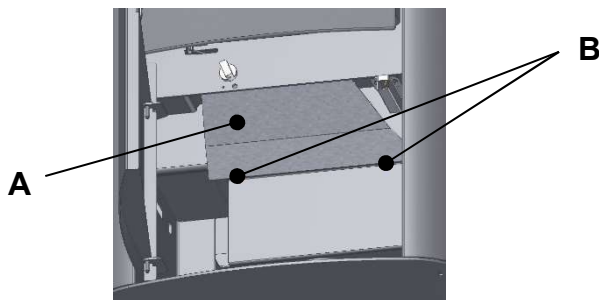
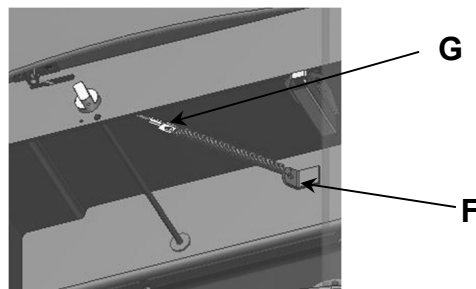

Abb.6
Abb.7
Die Türfeder ist aufgrund der auf Sie einwirkenden hohen thermischen Belastungen ein Verschleißteil und besitzt daher nur eine begrenzte Funktions- und Nutzungsdauer. Sollte die Federspannung im Laufe der Nutzung des Gerätes nachlassen und die Tür nicht mehr selbsttätig schließen, ist diese auszutauschen. Hierzu ist das Bodenstrahlenschutzblech (A) Abb.6 im Bereich hinterhalb der Vortüre durch Abschrauben der Sechskantmutter (B) Abb.6 zu entfernen. Anschließend die Feder an der Befestigungsschelle (F) Abb.7 und an der Seil-Öse (G) Abb.7 aushängen.